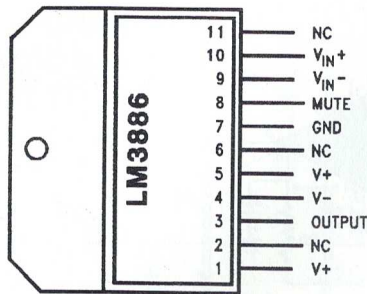

Figure 1
Rappelons que le LM3886 est encapsulé dans un boîtier de seulement 11 pattes placées en quinconce : 6 pattes «avant», 5 pattes «arrière» éloignées d'un pas de 5,08 mm. La figure 1 vous donne l'identification du brochage. Les pattes 2-6-11 ne sont pas connectées (NC).